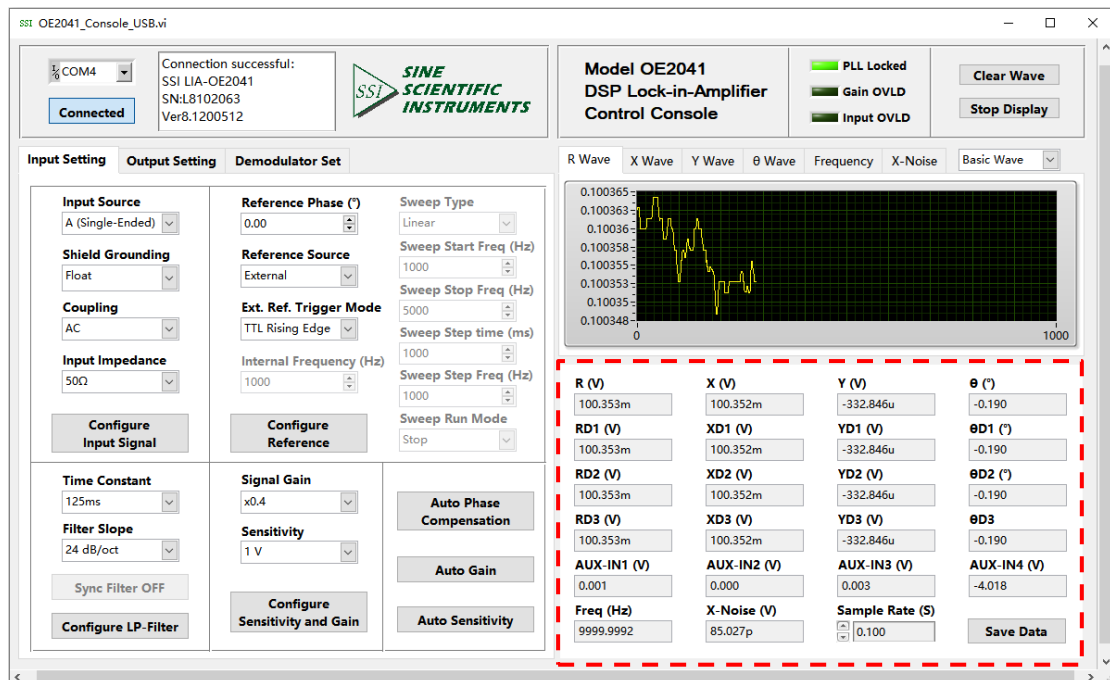

图75. 数据保存配置区域图
1. 当软件运行时，点击图 75 红框内“Save Data”按钮，当按钮被按下并显示“Saving...”，表示正在保存当前采集的数据。
4. 在“Sample Rate (S)”可以修改当前显示和保存数据的采样率，输入范围为 0.001s~100s。